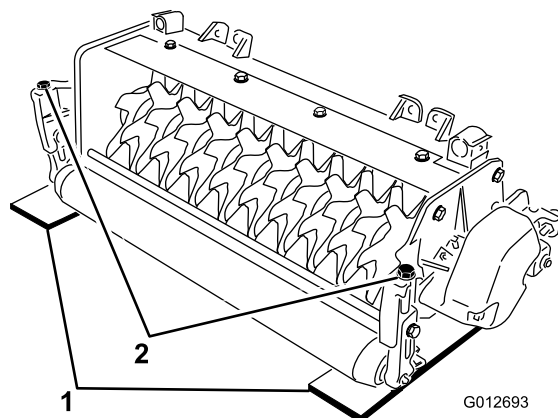

Рисунок 4
задним роликами барабана вертикуттера (на каждом краю барабана) (Рисунок 4).
3. Поверните регулировочный болт на каждой кронштейне высоты скашивания (Рисунок 4) таким образом, чтобы ножи барабана касались горизонтальной поверхности по обоим краям.